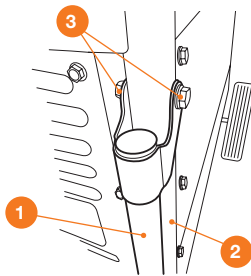

Рис. 4
- Для установки ручек **1** совместите отверстия на них с отверстиями на раме генератора **2** и зафиксируйте болтом и гайкой **3** (Рис. 4).